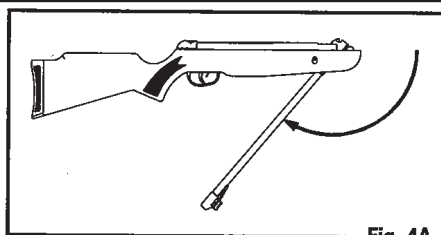

Fig. 4A
- Abaissez le canon jusqu'à ce qu'il s'arrête. (Fig. 4A) Ne poussez pas au-delà de ce point et n'utilisez pas une force ou une vitesse excessive lorsque vous armez la carabine à air.